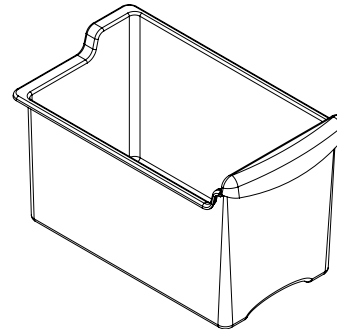

Figure 25
- (1) Machine à glaçons avec son bac à glaçons, voir la Figure 25